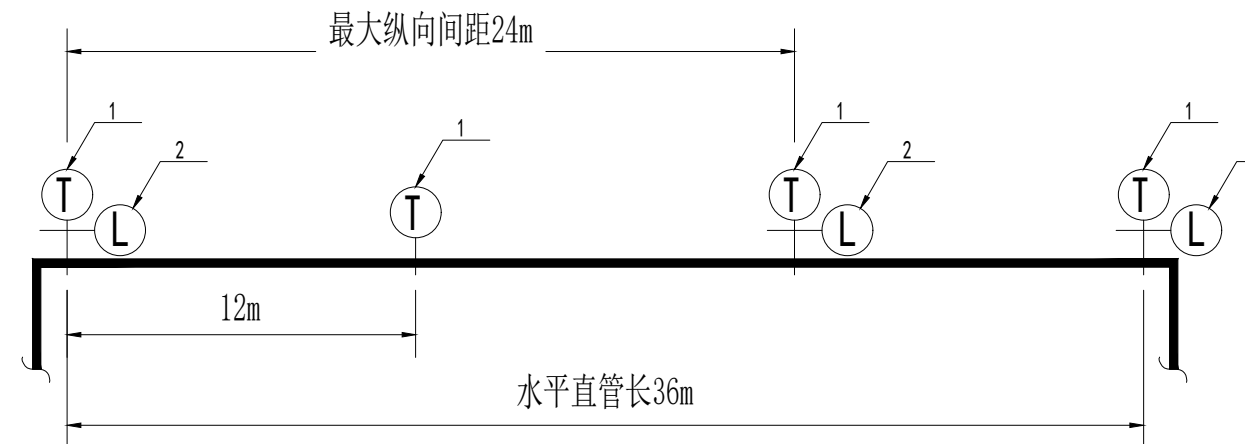

图3 水平直管段纵向抗震支吊架设置示意
5.3 每段水平直管道应至少设置一个纵向抗震支吊架, 当两个纵向抗震支吊架距离大于最大设计间距时，应按GB 50981-2014规范的第8.2.3条要求间距依次增设纵向抗震支吊架。例如：刚性连接金属管道长为36m，按最大2.4m的间距依次设置纵向支撑，直至所有支撑间距均满足要求(图3)。